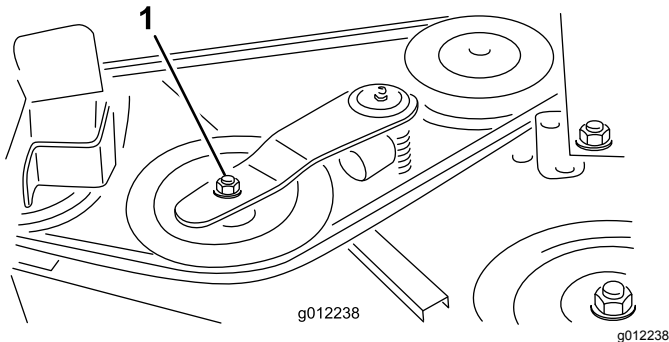
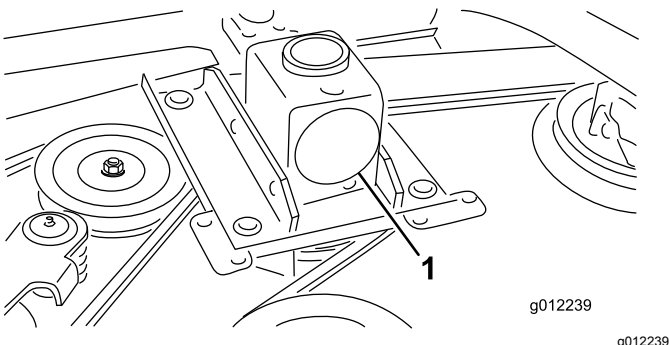

Bild 33
Bild 34
2. Schieben Sie die Spannscheibe mit einem Drehmomentschlüssel oder einem ähnlichen Werkzeug (Bild 33) vom Treibriemen und lassen Sie den Riemen von der Getriebespannscheibe rutschen (Bild 34).